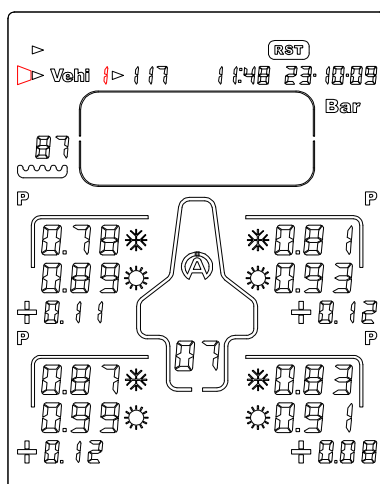

Abbildung 15
- 2) Wählen Sie mit Taste  oder  das Symbol "**Vehi**" (Abbildung 15) aus.
- 3) Wählen Sie mit Taste  oder  das gewünschte Fahrzeug aus (Abbildung 15) aus.